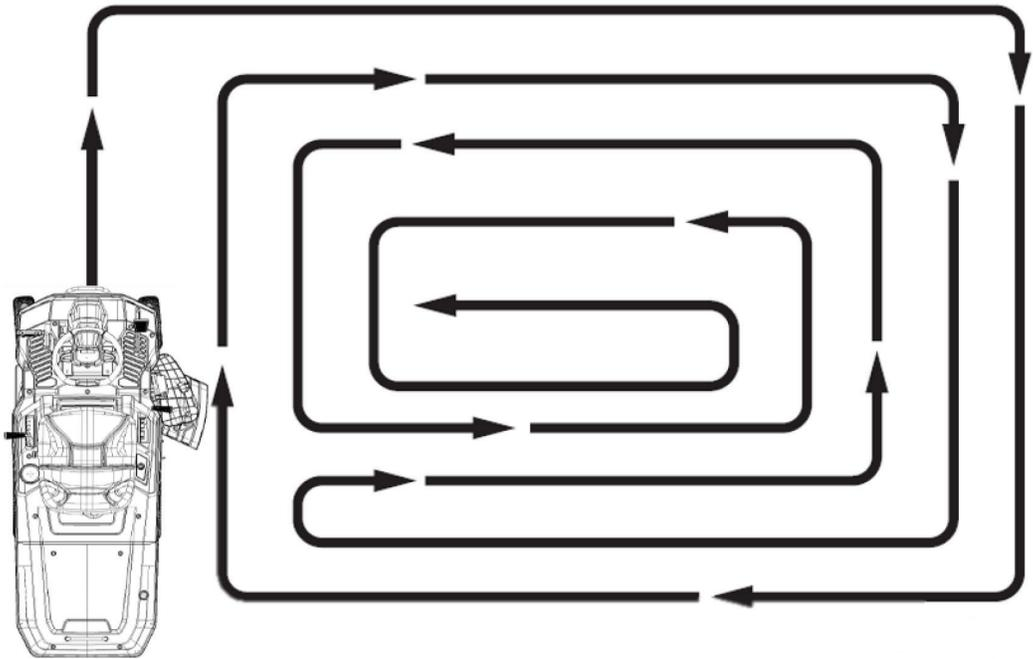

Рис. 24
5. При обработке большой площади начинайте с внешнего края и косите по часовой стрелке, чтобы скошенная трава не попадала на кусты, заборы или дорожки. После двух проходов переключитесь на движение против часовой стрелки, пока вся площадь не будет полностью скошена (рис. 24).